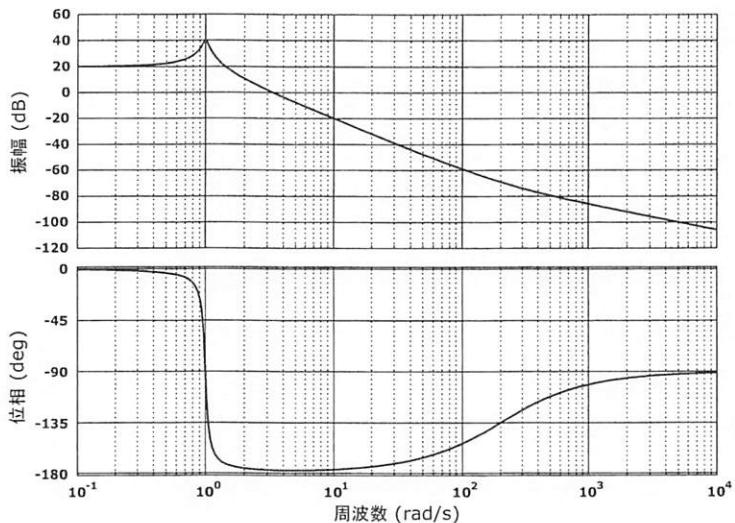

図 2-2
- (2) 未知のシステムに対して周波数応答を計測した結果、図 2-2 に示すようなボード線図を得た。以下の問い合わせに答えよ。ただし $G_1(s) = \frac{1}{Ts + 1}$, $G_2(s) = \frac{\omega_n^2}{s^2 + \zeta \omega_n s + \omega_n^2}$ とし、 K, T, ζ, ω_n はいずれも正の定数とする。